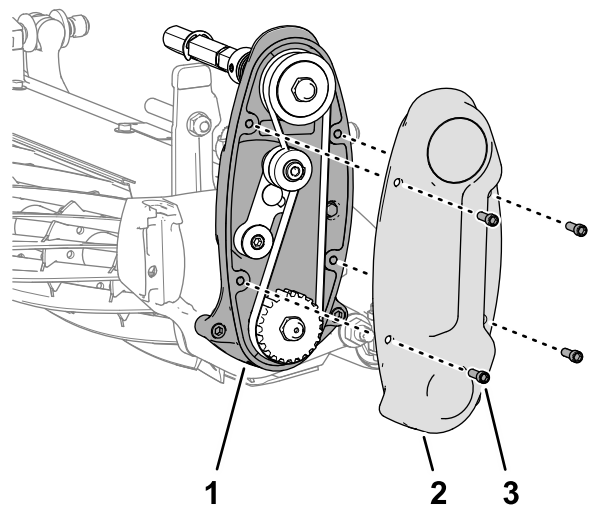

Figura 6
1. Retire os quatro parafusos de cabeça sextavada restantes que prendem a cobertura à estrutura da transmissão do cilindro (Figura 6).